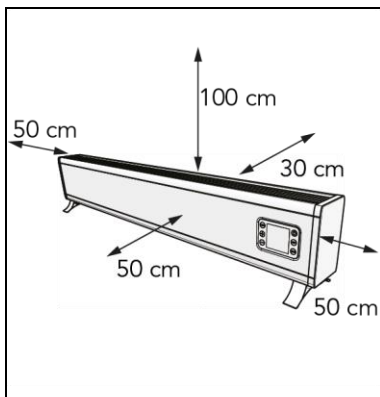

Figura 8
5. Amplasați dispozitivul la o distanță minimă de degajare a căldurii (Figura 8) de: